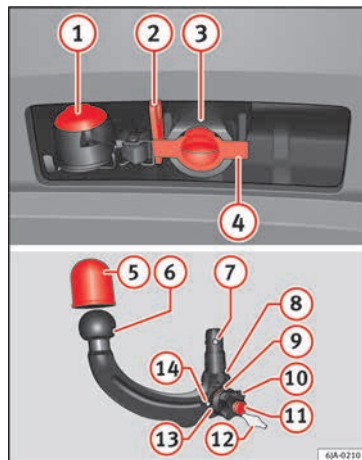

Abb. 195 Halterung der Anhängevorrichtung/ Kugelkopfstange
Legende zu » **Abb. 195**
- Ziehen Sie den Verschlussstopfen der Öffnung der Klemmbuchse **(4)** » Abb. 195 nach unten ab.
- Setzen Sie den Verschlussstopfen der Öffnung der Klemmbuchse **4** » **Abb. 195** auf.